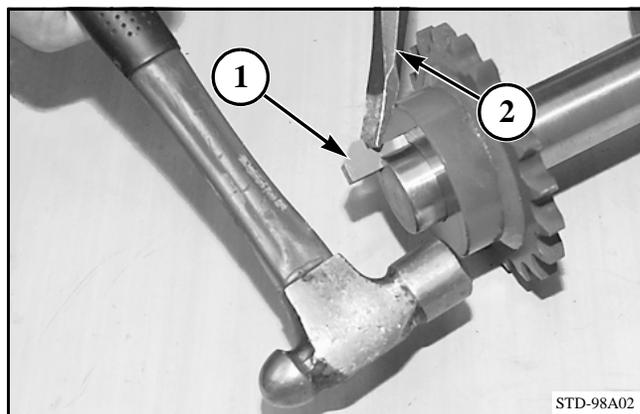

FIG. 3
FIG. 3: Las chavetas con cabeza (1) son chavetas ahusadas con una cola en el extremo grueso. Una chaveta con cabeza es una pieza de bloqueo y, a la vez, un retenedor de centro. El cubo deberá disponer de un canal de chaveta ahusada en donde encaje la chaveta y contrachaveta. La chaveta con cabeza bloqueará el centro en su posición correcta. No se necesita ninguna otra pieza de bloqueo (por ejemplo, tornillos).